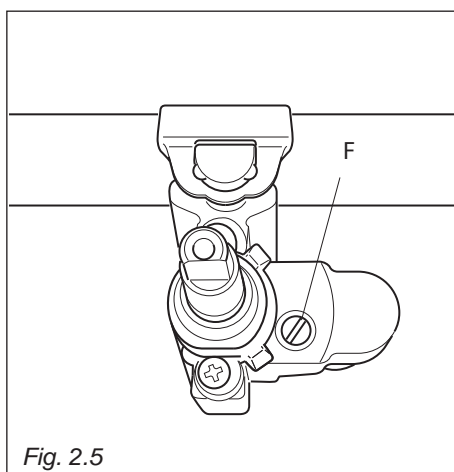

Fig. 2.5
- Sfilare la manopola del rubinetto e con un cacciavite a taglio agire sulla vite "F" (fig. 2.5) fino ad ottenere la fiamma desiderata.